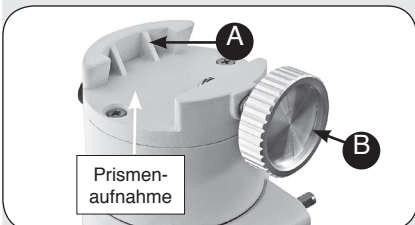

Abb. 2g: Anbringen der Prismenschiene
7. Anbringen der Prismenschiene an der Montierung (Halterung): AR- und NT-Modelle: Entfernen Sie den Tubus aus der Rohrschelle und schieben Sie die Prismenschiene (11, Abb. 1a) in die Prismenaufnahme (siehe Abb. 2g). Die Schwalbenschwanz-Basis der Schiene paßt in die Prismenaufnahme der Montierung (A, Abb. 2g). Ziehen Sie die Prismenfeststellschraube (B, Abb. 2g) gut an. Setzen Sie den Tubus in die Schellen ein und schließen Sie die Tubus-Klemmschrauben.